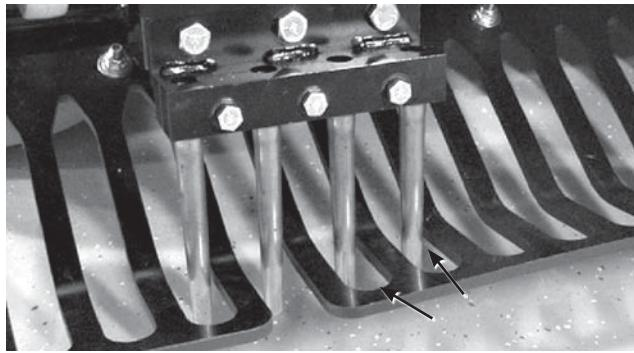

図27
- 全部のタインが、ターフ・ガードの隙間の中心に整列している(図27)ことを確認する。必要に応じてターフ・ガードの位置を調整し、ナットで固定する。